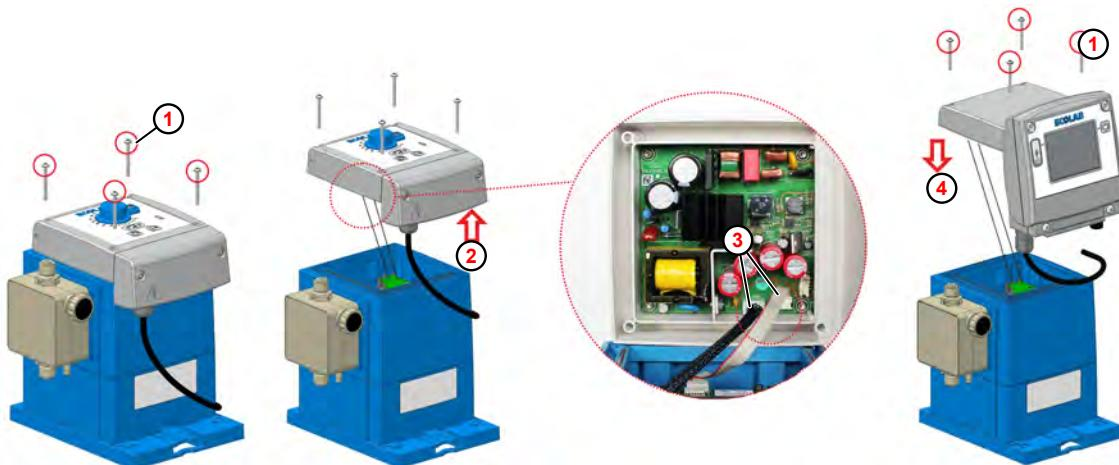

Fig. 33 : Mise à niveau vers EcoAdd
- ① Vis de fixation
- ② Retirer l'unité de commande
- ③ Fiche
- ④ Poser l'unité de commande
**1.** Desserrez les vis de fixation ( Fig. 33 , ① ) de l'unité de commande **EcoUp** à l'aide d'une clé Torx (TX25).